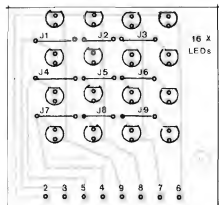

Fig. 6
- FIG. 6 - "CHAPEADO" DA MONTAGEM - PLACA "B" - O lado não cobreado da placa "B" traz a estilização do posicionamento dos 16 LEDs (todos eles com o lado chanfrado, correspondente ao terminal de **catodo** - K -, voltado para a borda oposta à quem tem a linha de 8 contatos de conexão inter-placas...), bem como os **importantes jumpers** (simples pedacinhos de fio, interligando duas pilhas específicas...), numerados de J1 a J9... Os tais **jumpers** devem ser inseridos e soldados **antes** dos LEDs e **não podem** ser esquecidos! Se "unzinho" só deles não estiver na placa, todo o **display** mostrará funcionamento errático e incompleto... Quanto aos LEDs, para boa estética e visualização, convém que não fiquem muito rentes à superfície da placa, e que suas "cabeças" (todas as 16...) guardem a **mesma** altura com relação à dita superfície... Com o "truque" de enfiar previamente todos os LEDs nos respectivos lugares, apoiando em seguida a placa, "de ca-